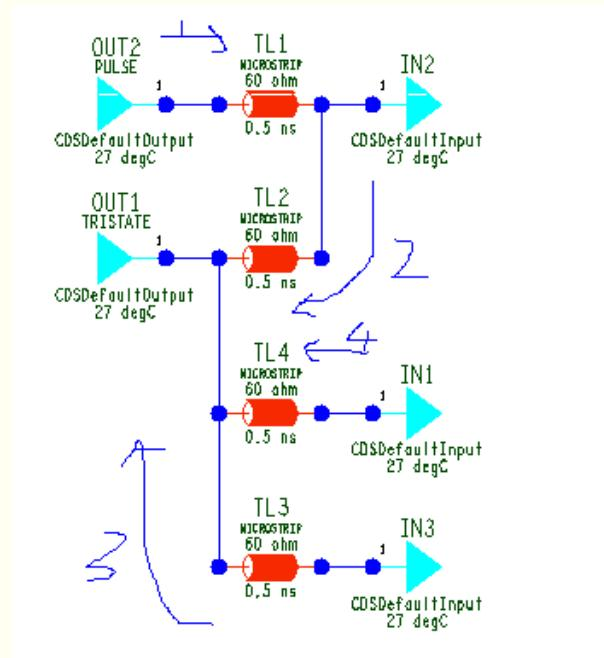

图 2-9 Minimum spanning tree 拓扑结构图
2.3.2.10.2 Minimum Spanning tree 拓扑 如图 2-9 所示，特点如下：